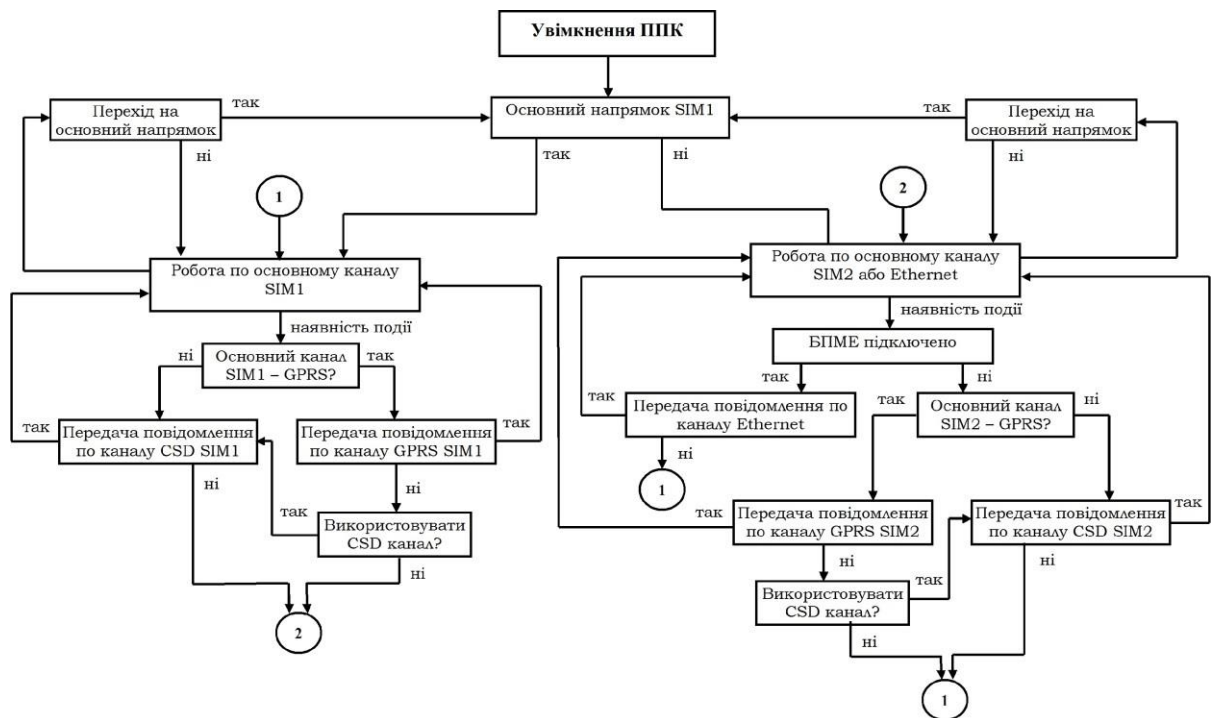

Рисунок 2 – Алгоритм передачі сповіщень на ПЦС.
**Увага! Після підключення БПМЕ (GPRS 2-ї SIM має бути ввімкнено) для роботи по провідному каналу зв'язку Ethernet використання 2-ї SIM-карти припиняється, оскільки їх одночасне використання неможливе, дивись рисунок 2.**